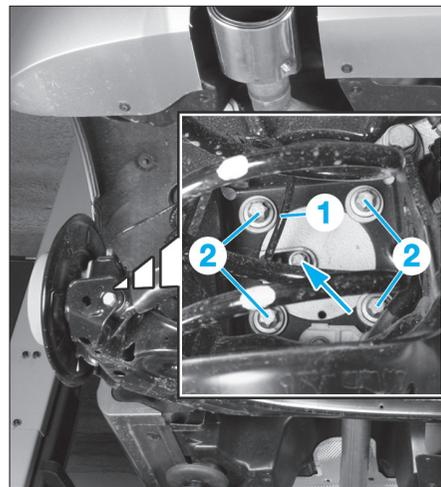

FIG. 30
- reposer le palier d'accouplement (6) de l'essieu arrière,
- Déposer le capteur de vitesse (1) du moyeu arrière (Fig.30).
- Déposer les vis (2) puis le moyeu arrière.